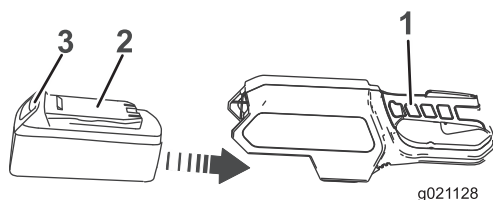

Figure 7
1. Alignez la languette de la batterie sur le creux dans le corps de la poignée (Figure 7).
2. Saisissez la poignée d'actionnement (Figure 7).